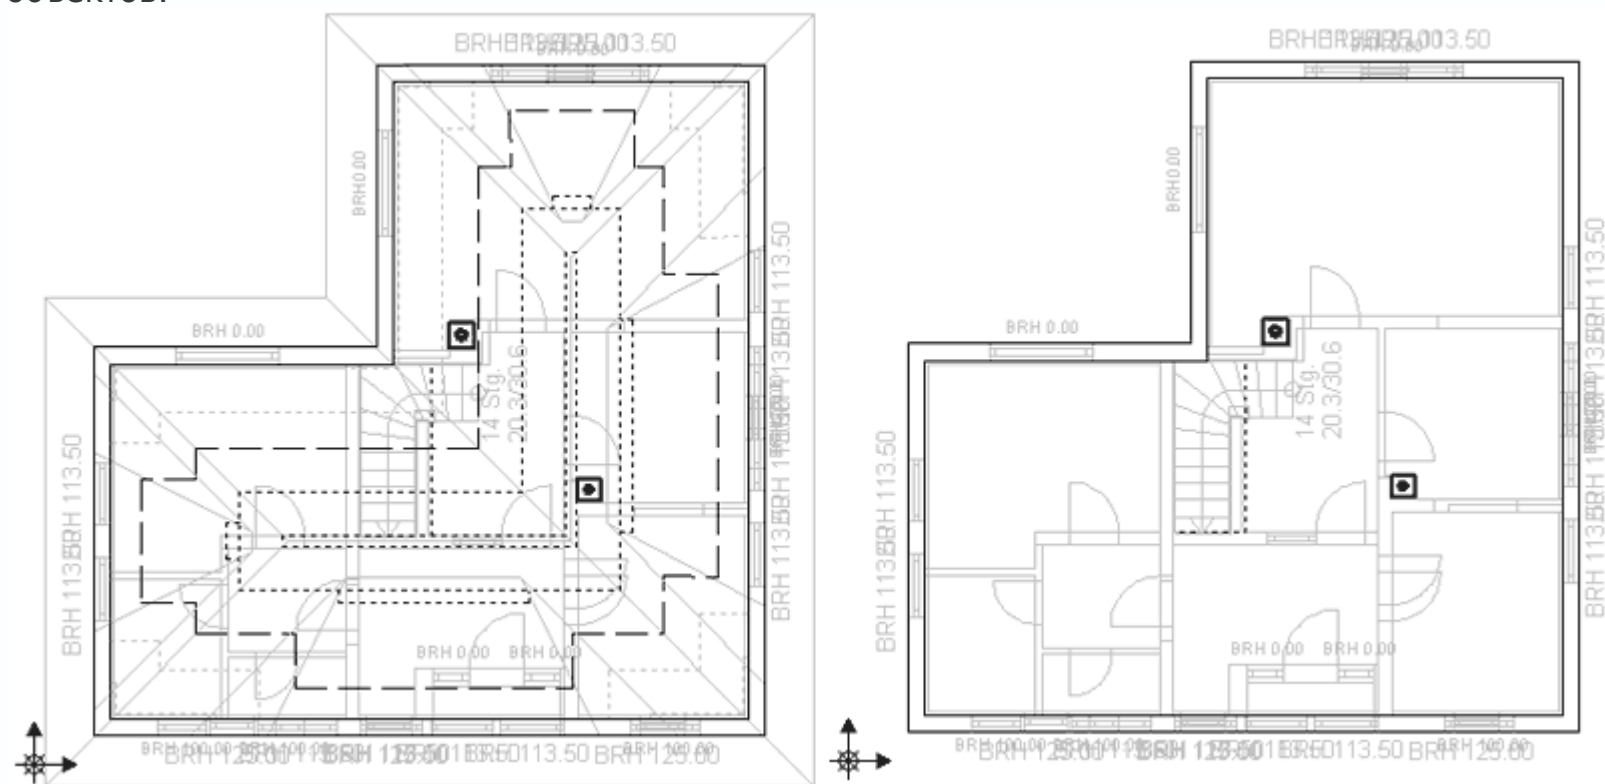

Рис. 1.9. Здание с включенным (слева) и отключенным (справа) отображением крыши
– управляет отображением контуров крыши на плане здания. Если кнопка нажата, то контуры скатов и коньков крыши обрисовываются на плане пунктиром, в противном случае созданная крыша не отображается (рис. 1.9). Отключение отображения поверхности крыши улучшает представление чертежа здания, облегчая редактирование или добавление в план объектов.